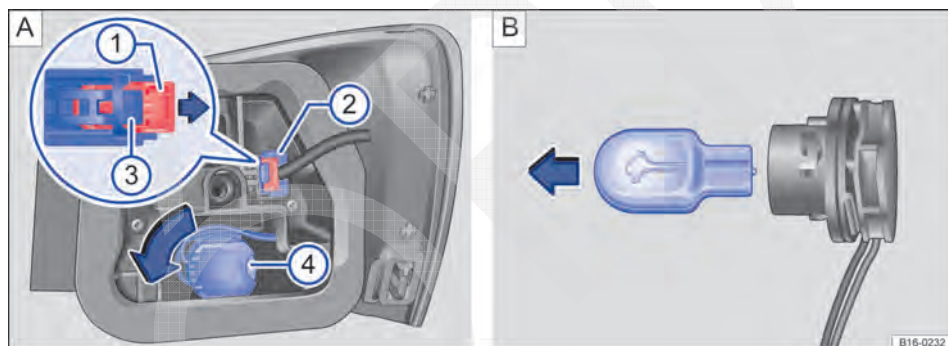

Fig. 232 Lanterna traseira de LED: A: desmontar o suporte da lâmpada, B: desmontar as lâmpadas incandescentes.
5.	Puxar a trava vermelha ⇒ Fig. 232 A ① no sentido da seta para liberar o travamento do conector ⇒ Fig. 232 A ②.
6.	Pressionar o travamento do conector ⇒ Fig. 232 A ③ e retirar o conector ⇒ Fig. 232 A ②. ►
7.	Girar o suporte da lâmpada ⇒ Fig. 232 A ④ na direção da seta até o batente e retirar junto com a lâmpada incandescente.
9.	Colocar o suporte da lâmpada ⇒ Fig. 232 A ④ na lanterna traseira e girar no sentido contrário ao da seta até o batente.
10.	Encaixar o conector ⇒ Fig. 232 A ② e pressionar o fusível vermelho ⇒ Fig. 232 A ① contra o sentido da seta.